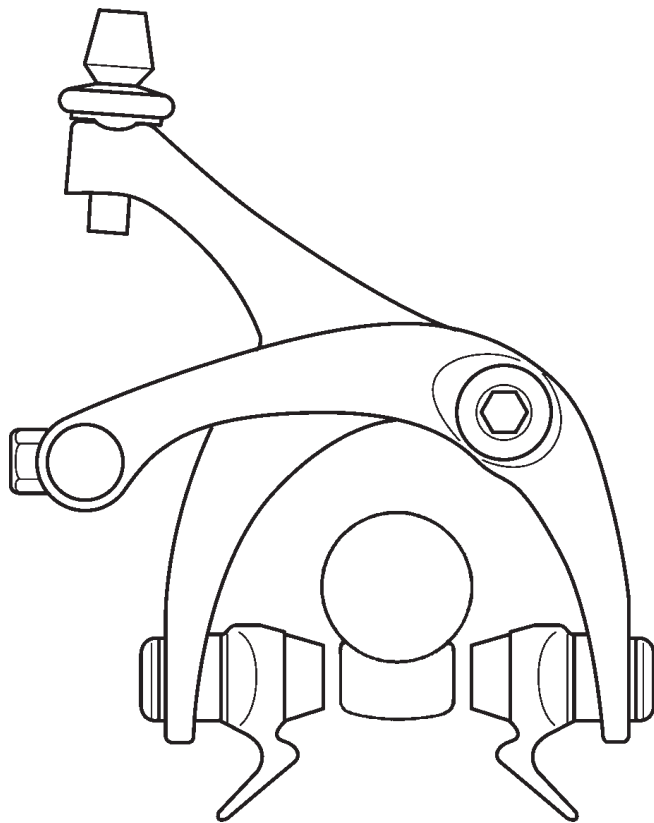

Fig.63
- Verificate che i pattini dei freni siano perfettamente allineati con la superficie frenante della ruota (Fig. 63).
- Check that the brake pads are perfectly aligned with the braking surface of the rim (Fig. 63).
- Vérifiez que les patins de frein soient parfaitement alignés sur la surface de freinage de la roue (Fig. 63).
- Verificar que las zapatas de los frenos estén perfectamente alineadas con la superficie de frenado de la rueda (Fig. 63).
- Controleer of de remblokken perfect in lijn staan met het remoppervlak van het wiel (Fig. 63).